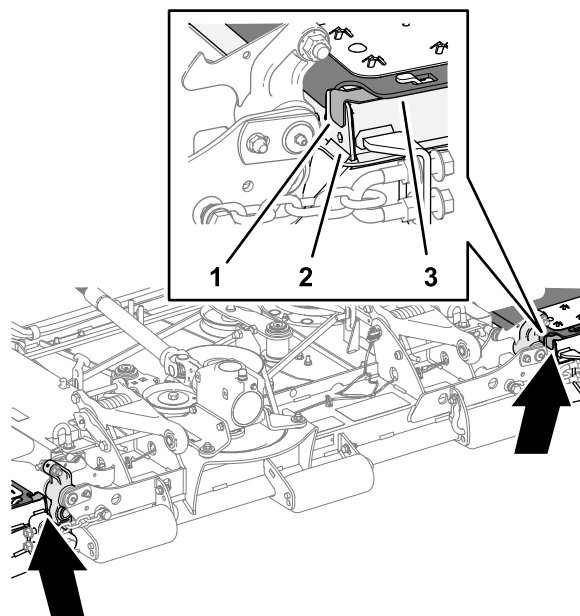

Figura 32
1. Instale os calços da plataforma na parte frontal da plataforma como se mostra na Figura 32.